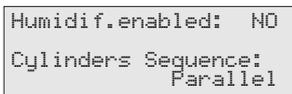

Fig. 6.12
- b. Premere "Enter". Comparirà la maschera di Fig. 6.12